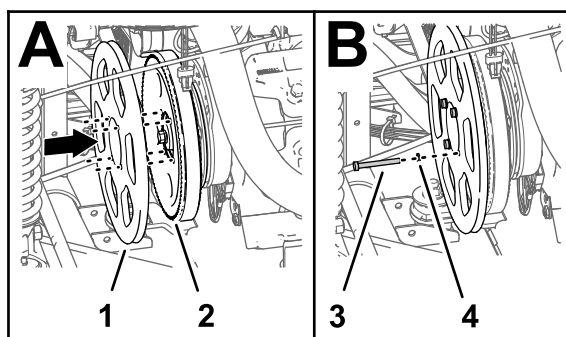

Рисунок 220
4. Совместите отверстия в шкиве генератора (из комплекта) с отверстиями в шкиве насоса опрыскивателя (Рисунок 220).